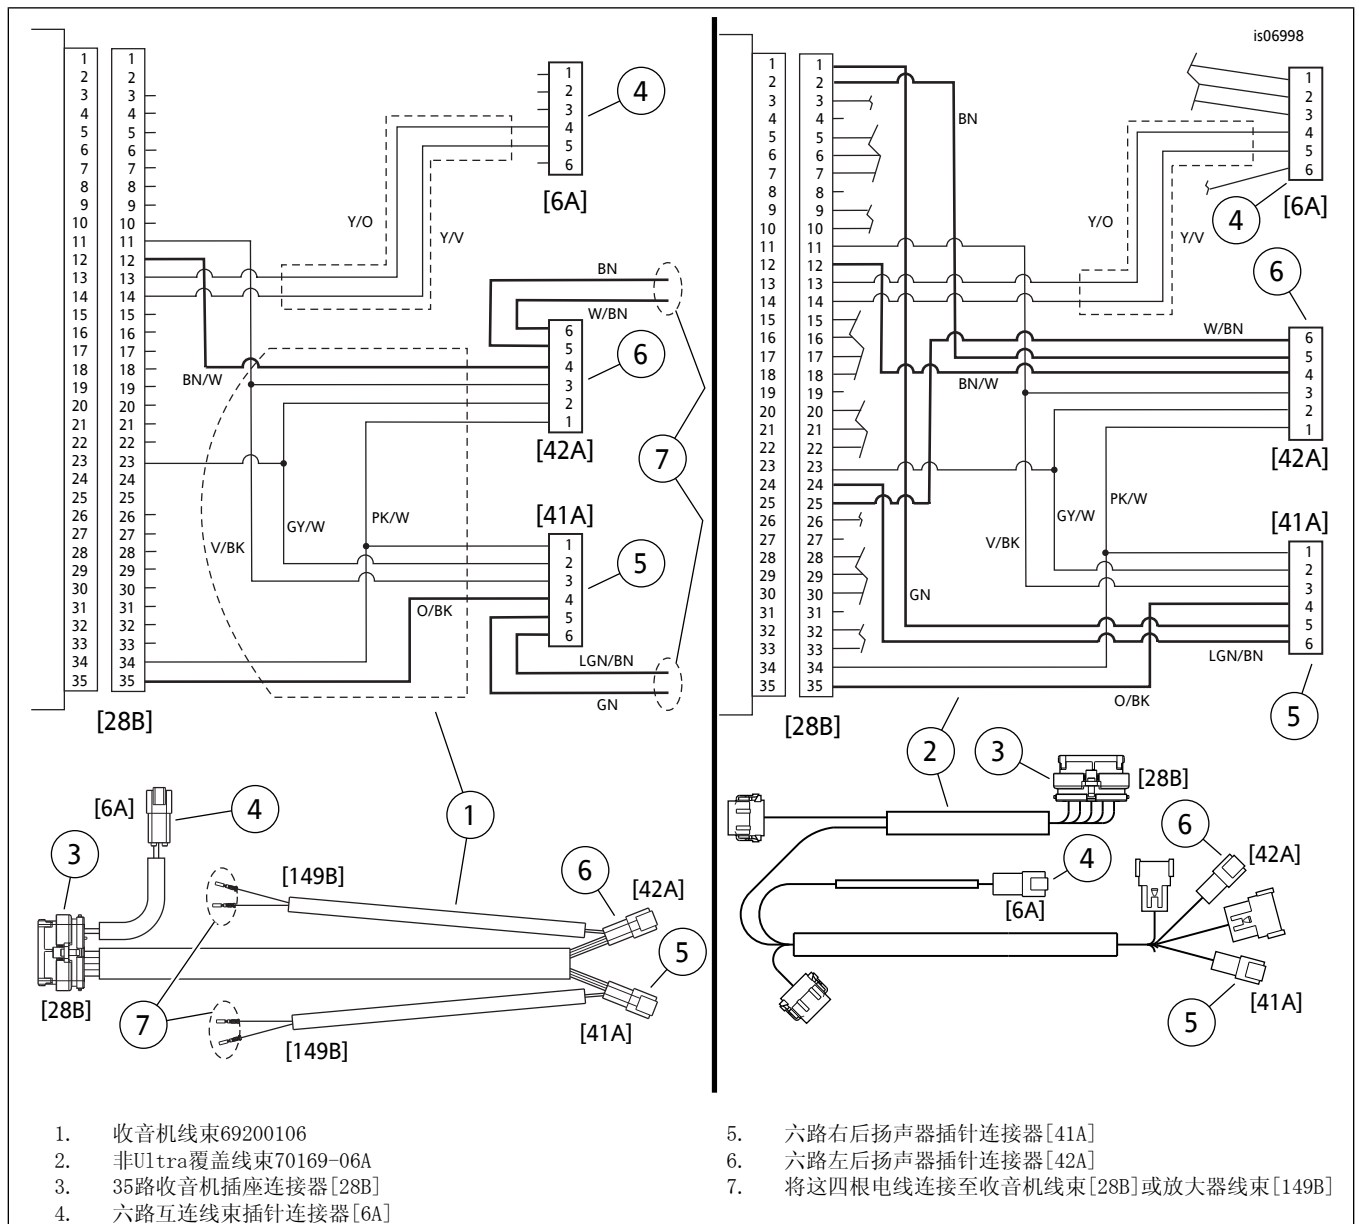

图5. 收音机线束/非Ultra覆盖线束布线图
5. 参见图5。如果尚未连接，将收音机线束(1)或非Ultra覆盖线束(2)的35路插座盒[28B](3)插入收音机背面。将六路插针盒[6A](4)插接至车辆互连线束。使用线缆扎带进行固定。